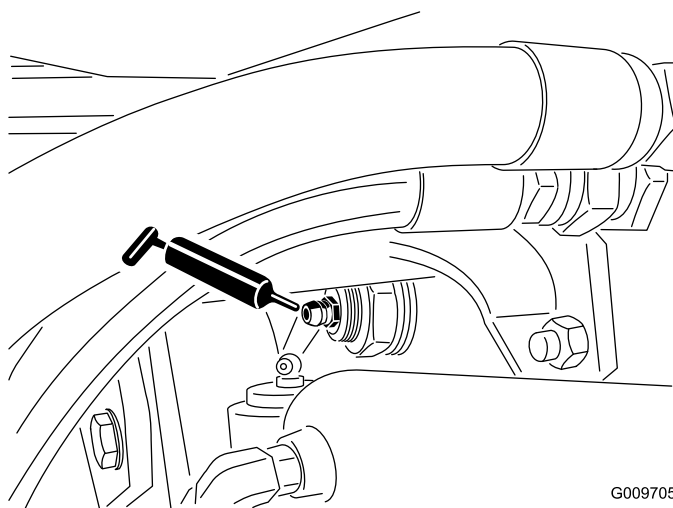

Figure 65
- Bagues de pivot de pont arrière (2) (Figure 65).